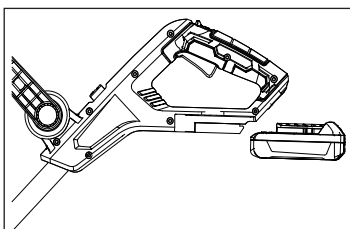

рис. 8
- Нажмите на кнопку освобождения аккумулятора (1). Сдвиньте аккумулятор назад, затем вытяните или поднимите аккумулятор из инструмента (см. рис. 8).